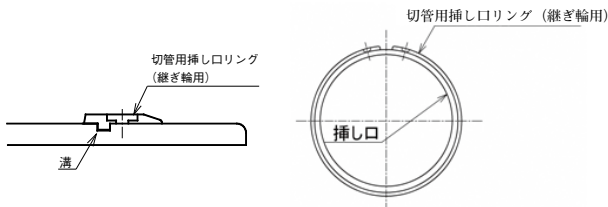

図89 切管用挿しロリングのセット
(2) 取付方法
- ① 溝内に砂などの異物が入っていないことを確認したら、専用の挿しロリング拡大器を用いて切管用挿しロリング (継ぎ輪用) を挿し口にセットする (図89)。